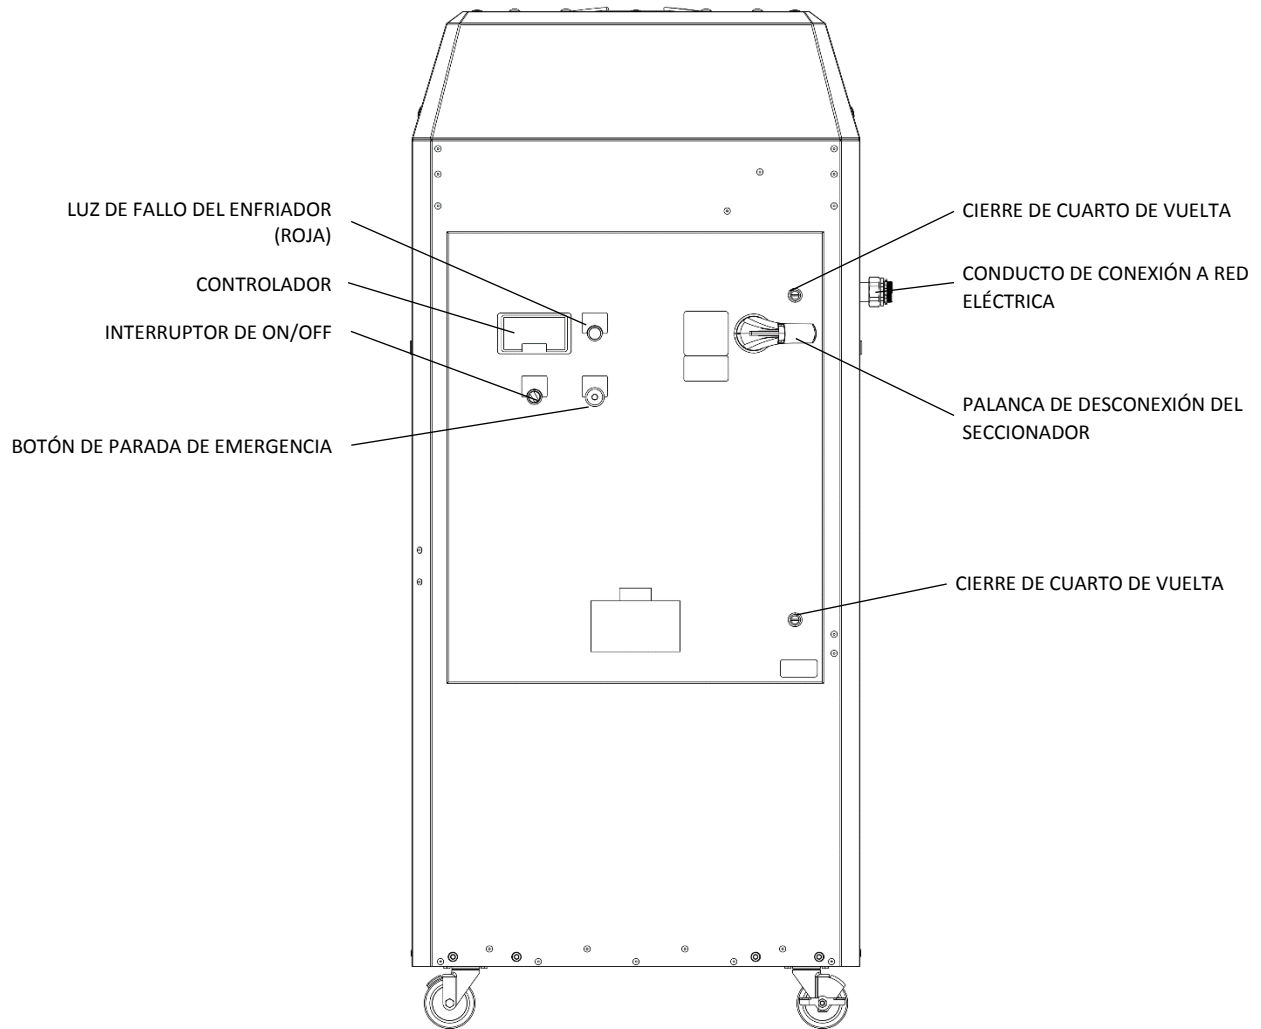

Figura 7: Lado de la caja eléctrica del enfriador
Nota: esta información también se puede encontrar en la etiqueta de datos del enfriador, ubicada en la parte frontal de la caja eléctrica (consulte Figura 7, etiqueta de datos no mostrada).
Siga el procedimiento siguiente para conectar la alimentación trifásica adecuada al seccionador del circuito principal del enfriador. El enfriador está equipado con una conexión de conducto de 1-3/8 pulgadas en el lado derecho de la caja eléctrica (Ver Figura 7) Para facilitar la conectividad de la red eléctrica.
1. Abra la caja eléctrica girando la palanca de desconexión del seccionador principal a la posición OFF y soltando los cierres de un cuarto de vuelta con un destornillador de cabeza plana (consulte la Figura 7).